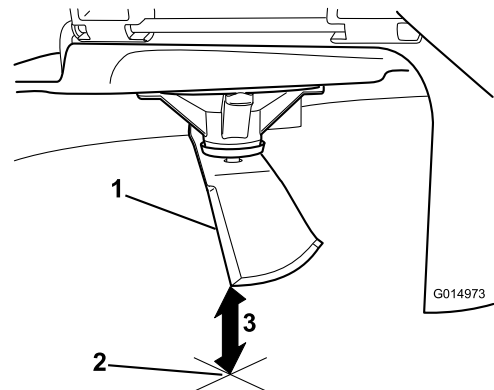

Figura 79
5. Măsurați de la vârful lamei până la suprafața plană (Figura 79).